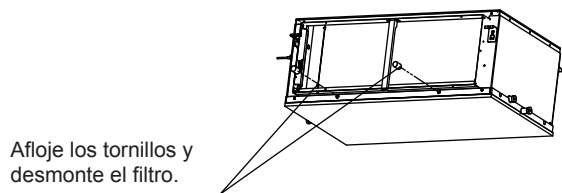

Figura 14.1
- Desmonte el filtro de aire (consulte la Figura 14.1).